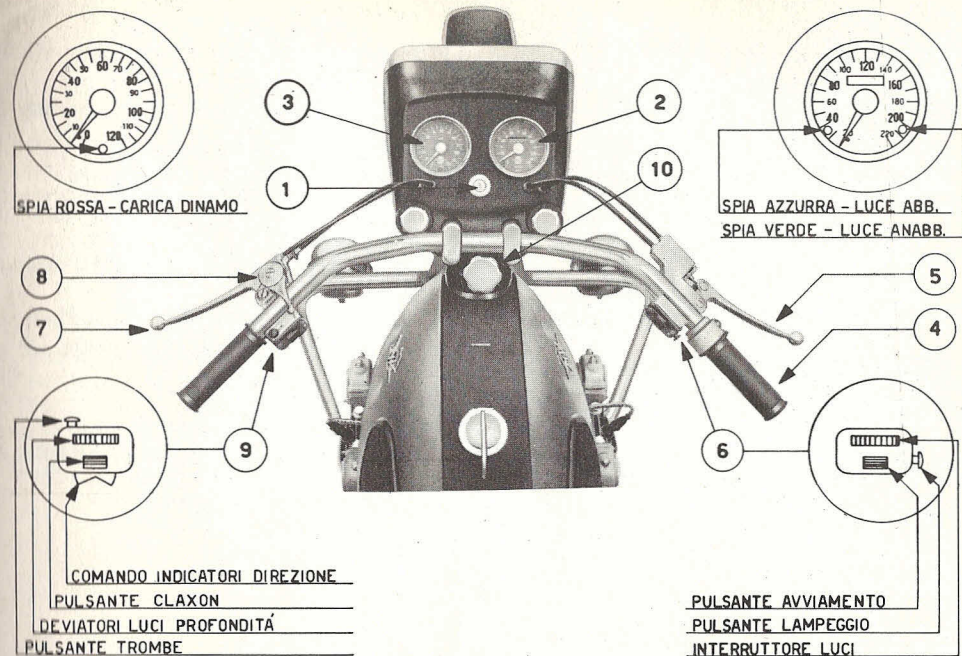
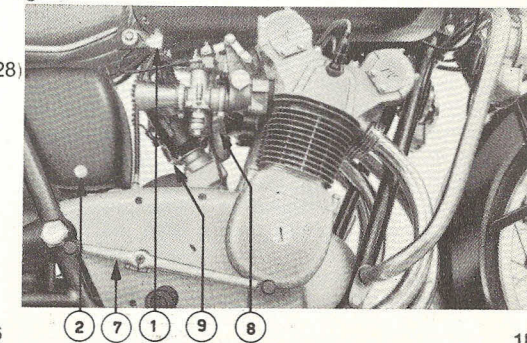

fig. 4.
fig. 6
.rear tyre 2,2 kg/cm²**COMANDI E APPARATI DI CONTROLLO (fig. 4)****Sul fanale:**
— spia azzurra: luce abbagliante.**COMMANDES ET INSTRUMENTS DE CONTROLE (fig. 4)****Sur le phare:**
— voyant bleu: phare.**CONTROLS AND INSTRUMENTS (fig. 4)****On headlamp:**
— **Sul fianco destro del motociclo (fig. 6)**
— **Right hand side of motorcycle (fig. 6)**
- Mediante il pedale 7 fig. 6 accertarsi che il cambio sia in posizione di folle.
- Ruotare la manopola comando del carburatore 4 fig. 4 per 1/4 od 1/5 della sua rotazione totale.
- Ruotare la leva del dispositivo di avviamento 8 fig. 4.
- Introdurre la chiave nel commutatore 1 fig. 4 e ruotarla verso destra fino al primo scatto.
- Premere quindi il pulsante d'avviamento sul dispositivo 6 fig. 4.
- Avec le sélecteur 7 fig. 6 s'assurer que le boîtier soit au point mort.
- Tourner la poignée de commande des gaz 4 fig. 4 pour 1/4 ou 1/5 de sa course.
- Tourner le levier du starter 8 fig. 4.
- Introduire la clef dans le commutateur 1 fig. 4 et la tourner vers droite jusqu'au premier déclic.
- Pousser sur le bouton du démarreur 6 fig. 4.
- By means of foot gear change lever (7) fig. 6 make sure that gearbox is in neutral position.
- Rotate throttle control grip (4) fig. 4 1/4 to 1/5 of its total travel.
- Rotate air control lever (8) fig. 4.
- Introduce ignition key in commutator (1) fig. 4 and rotate clockwise to the first step.
- depress start button on control box (6) fig. 4.
A motore avviato riportare gradualmente la leva del dispositivo di avviamento 8 fig. 4 in posizione di riposo. Evitare inoltre di accelerare subito, specie se a motore freddo, onde dar tempo all'olio di entrare completamente in circolazione.
Eseguire le stesse operazioni sopra indicate. Non è necessario ruotare la leva del dispositivo di avviamento 8 fig. 4.
A motore molto caldo può essere necessario ruotare completamente la manopola comando carburante 4 fig. 4 abbandonandola gradualmente non appena il motore si avvia.
Aussitôt que le moteur a démarré reporter graduellement la manette du starter 8 fig. 4 dans la position initiale. Eviter, surtout si le moteur est froid, de donner tout de suite du gaz, car il faut donner à l'huile le temps d'entrer en circulation.
Exécuter les mêmes opérations que dans le cas précédent. Il n'est toutefois pas nécessaire de tourner la manette du starter 8 fig. 4.
Si le moteur est très chaud il se peut qu'il soit nécessaire de tourner à fond la poignée des gaz 4 fig. 4 la laissant retourner graduellement au point de départ, dès que le moteur a démarré.
air control lever (8) fig. 4 to its previous position. When engine is cold, to allow for oil circulation, avoid operation on large throttle openings.
Repeat starting procedure described above. It is not necessary to rotate the air control lever (8) fig. 4 when the engine is hot, although it may be necessary to completely open the carburetor throttle (4) fig. 4 releasing it by increments as soon as the engine is running.
- Con il motore al minimo tirare a fondo la leva della frizione 7 fig. 4 e innestare la prima velocità spingendo in basso la parte posteriore del pedale cambio 7 fig. 6.
- Avec moteur au minimum serrer à fond le levier de l'embrayage 7 fig. 4 et engager la première vitesse en poussant sur la partie arrière du sélecteur 7 fig. 6.